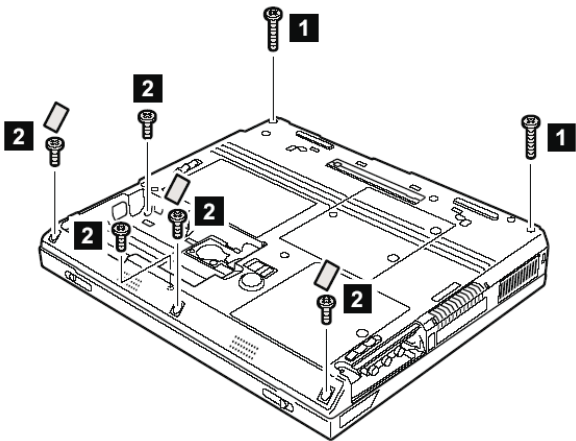

图 6-22 拆卸笔记本电脑底板上的螺钉
1) 首先拆卸笔记本电脑底板上的“1”号螺钉，如图 6-22 所示。